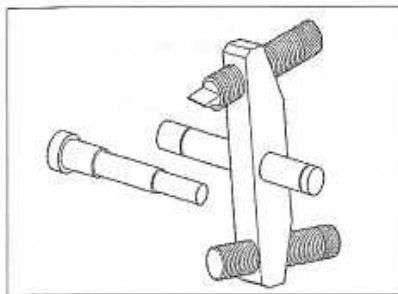

FIGURE 1-29
- En vue de sa dépose, immobiliser le volant moteur ou le plateau d'entraînement à l'aide d'un outil de blocage approprié ou l'outil VAG T20075A (figure 1-29 et 1-30).